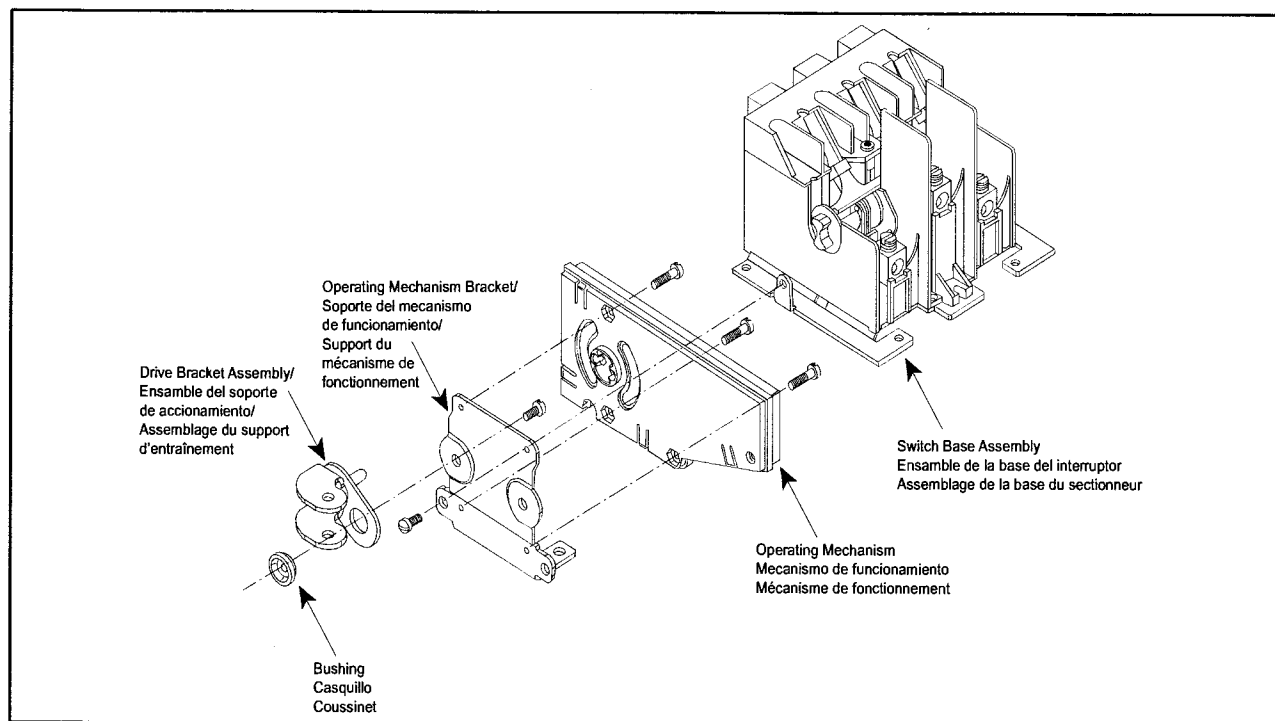

Figure 4 / Figura 4 / Figure 4: Conversion Procedure / Procedimiento de conversión / Procédure de conversion
2. Remove operating mechanism bracket from switch base assembly. The bracket fastens by one screw. See Figure 4.
5. Attach drive bracket assembly and bushing to the other end of the operating mechanism bracket and replace screw. See Figure 4. Directions continue on page 7.
2. Retirer le support du mécanisme de fonctionnement de l'assemblage de la base du sectionneur. Le support se fixe avec une vis. Voir la figure 4.
5. Fixer l'assemblage du support d'entraînement et le coussinet à l'autre extrémité du support du mécanisme de fonctionnement et remplacer la vis. Voir la figure 4. Les directives continuent à la page 5.